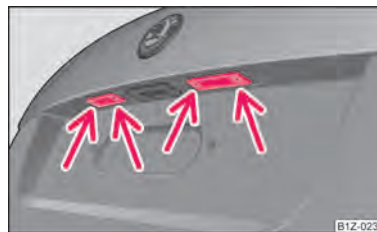

Fig. 188 Demontarea lămpii numărului de înmatriculare
- Deschideți capota portbagajului și deșurubați geamul lămpii ⇒ fig. 188.